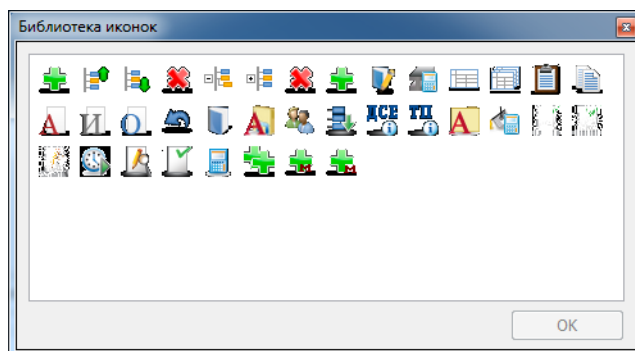

Рис. 10.34. Выбор иконки для команды инструментальной панели из библиотеки
- ✎ в ячейке **Изображение** нажать на кнопку  и выбрать из контекстного меню команду **Загрузить ...** или **Загрузить из библиотеки**, чтобы добавить иконку. Файл с пиктограммой в формате ICO должен быть подготовлен заранее. При использовании библиотеки, пиктограмма выбирается в отдельном окне **Библиотека иконок** (Рис. 10.34);
- ✎ в ячейке **Изображение** нажать на кнопку  и выбрать из контекстного меню команду **Загрузить ...** или **Загрузить из библиотеки**, чтобы добавить иконку. Файл с пиктограммой в формате ICO должен быть подготовлен заранее. При использовании библиотеки, пиктограмма выбирается в отдельном окне **Библиотека иконок** (см. Рис. 10.34);